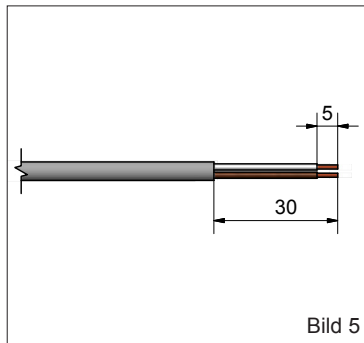

Bild 5
6. Skala försiktigt av ca 30 mm av ytterhöljet i änden av strömförsörjningskabeln. Skala därefter av ca 5 mm av den inre isoleringen på de båda ledarna, se bild 5.
11. **Sirénkabeln:** Mät upp kabellängden mellan sirénen och larmenheten. Kapa. Skala försiktigt av ca 30 mm av ytterhöljet i båda ändarna av sirénkabeln. Skala av ca 5 mm av den inre isoleringen på båda ledarna i varje ända, se bild 5.